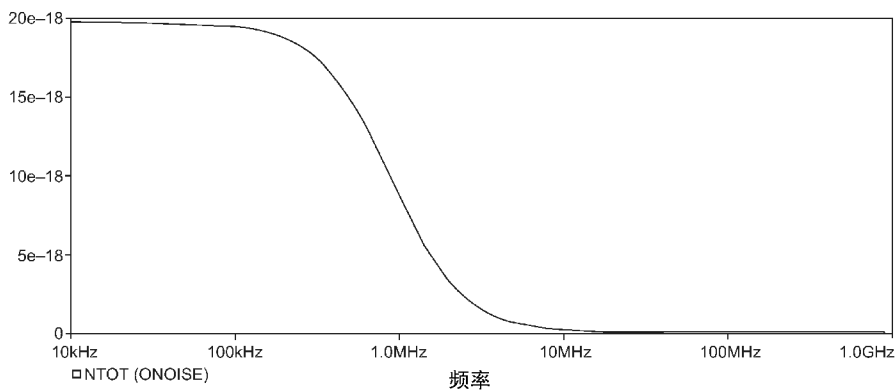

图 14.8 电路的总输出噪声波形
10. 如图 14.8 所示，在图形显示窗口中添加电路的总输出噪声曲线 NTOT (ONoise)，单位为  $V^2/Hz$ 。